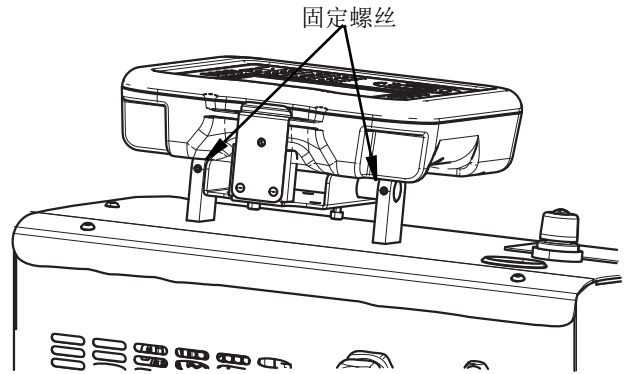

图 12
- 使用 2.5 毫米内六角扳手拧松 ADM 安装支架上的两个固定螺丝。参见图 12。